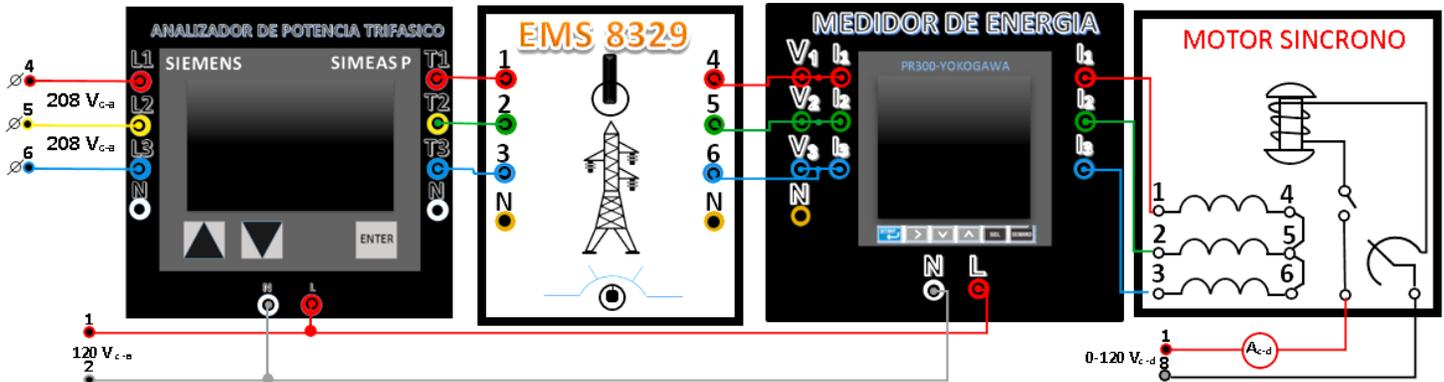

Figura 4.1
1. Conecte la máquina síncrona al extremo de una línea de transmisión trifásica de  $120\Omega$ , como se muestra en la figura 4.1 y sin excitación de CD en la máquina, aplique potencia al extremo transmisor, usando la fuente trifásica fija. Una vez que el condensador síncrono adquiera su velocidad excite con la fuente de CD. Haga variar el voltaje de CD y observe el efecto sobre el voltaje de la línea de transmisión.